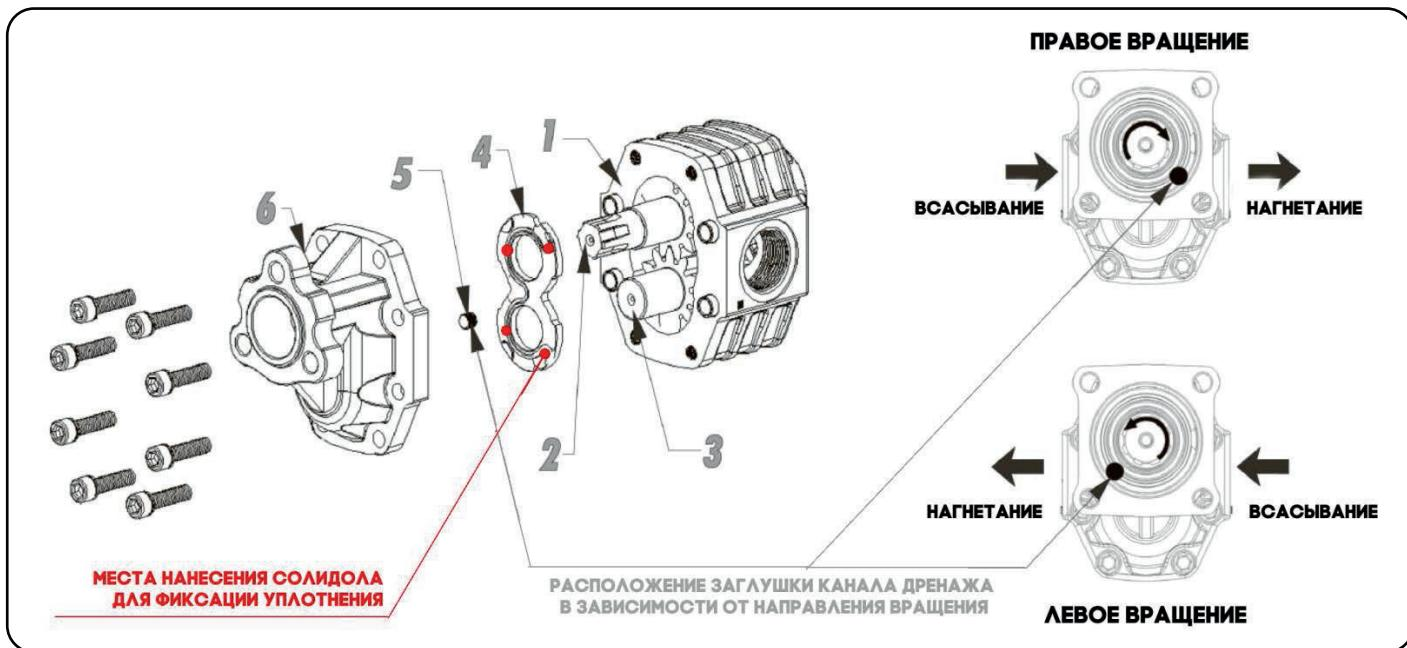

Рис. 1
- 1) Снять присоединительный фланец 6 (рис. 1) насоса.